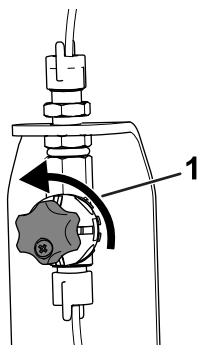

Figure 23
5. Pour le fonctionnement initial, ouvrez la valve de réglage de densité de 1/8 à 1/4 de tour dans le sens antihoraire (Figure 23).